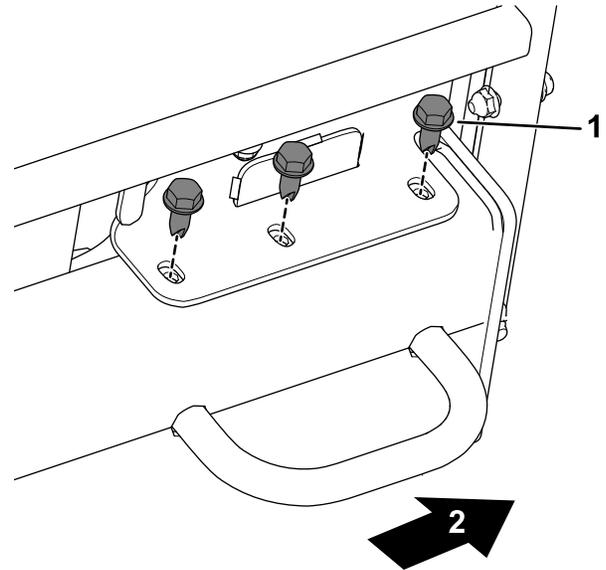

Bild 4
- A. Nehmen Sie die Schrauben an jeder Seite der Maschine von der Rahmenschiene ab (Bild 4).